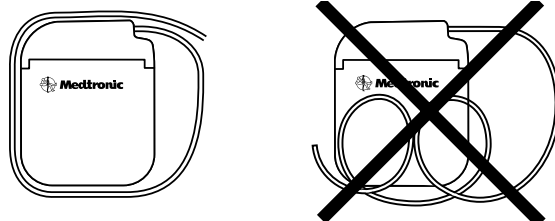

Figura 3. Enrolle la parte sobrante de la extensión o electrodo alrededor del perímetro (o detrás) del neuroestimulador.
- No enrolle la parte sobrante de la extensión o electrodo delante del neuroestimulador. Enrolle la parte sobrante de la extensión o electrodo alrededor del perímetro (Figura 3) o detrás del neuroestimulador para reducir al mínimo los posibles daños durante la cirugía de sustitución del neuroestimulador, reducir al mínimo la posibilidad de torsión de la extensión o electrodo y reducir al mínimo la interferencia con las operaciones de telemetría y recarga.